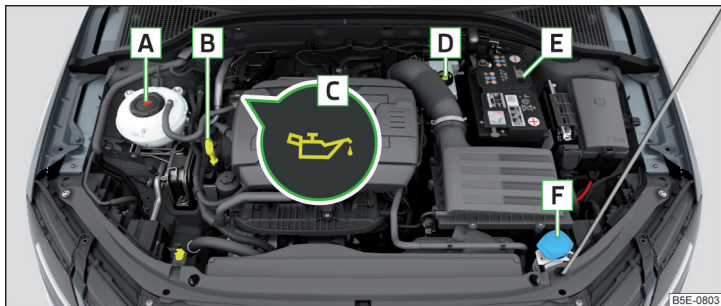

Abb. 316 Anordnungsbeispiel im Motorraum
- ▶ Den Deckel der Motoröleinfüllöffnung **C** abschrauben » Abb. 316 auf Seite 286.